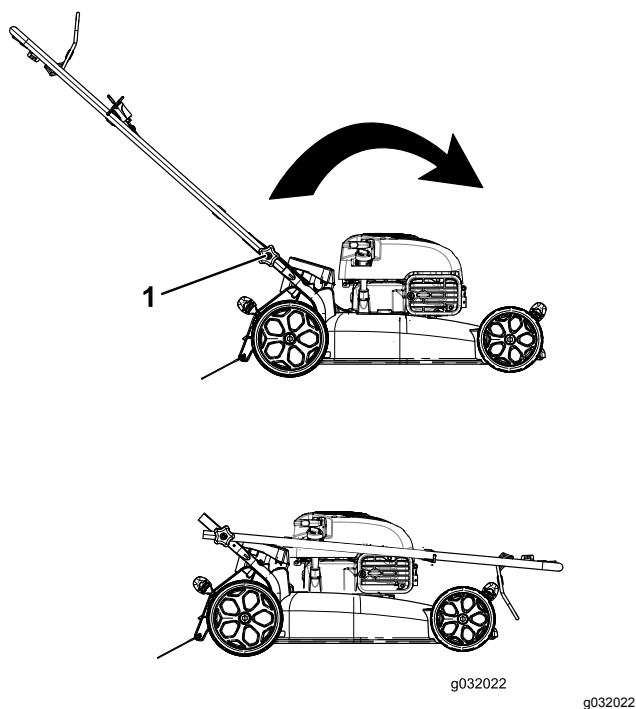

**Figura 17**
2. Afloje los pomos del manillar hasta que pueda mover el manillar libremente (Figura 17).
1. Pomo del manillar (2)
3. Mueva del manillar hacia adelante según se indica en Figura 17.